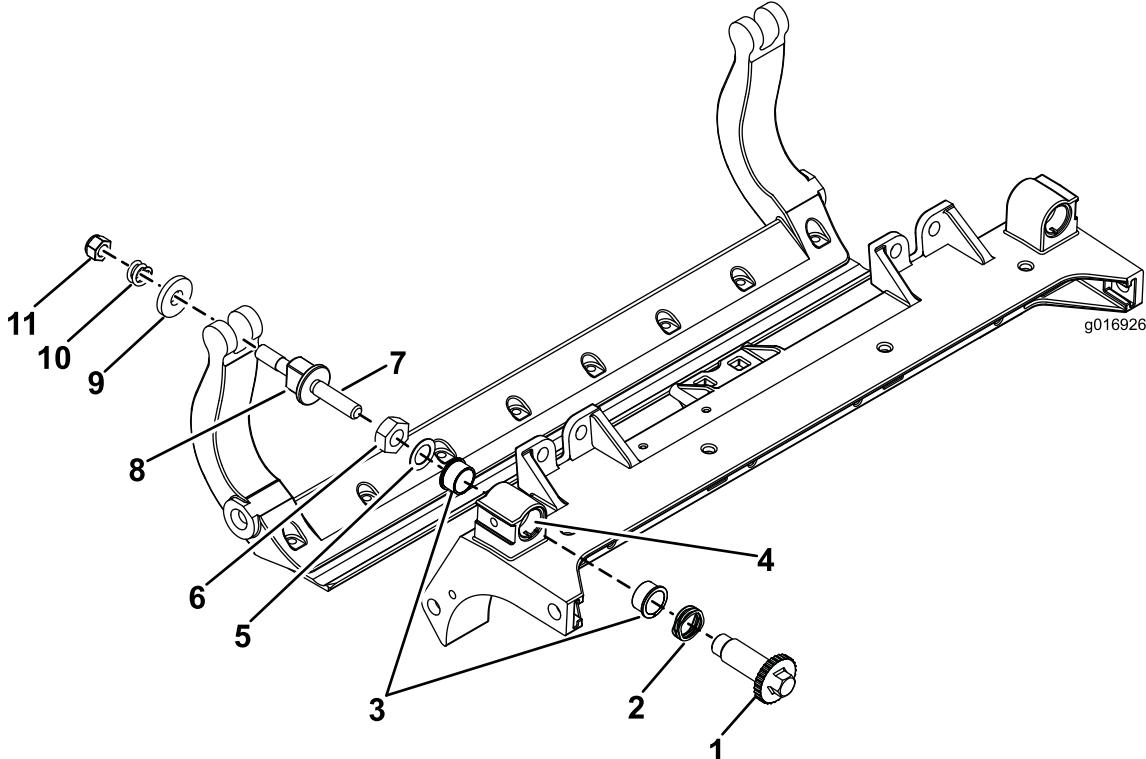

Figura 36
- Retire todas as peças (consulte as *Instruções de instalação* do Kit DPA HD Modelo n.º 120-7230 e a Figura 36).
- Aplique composto antigripagem no interior da área dos casquilhos na estrutura unidade de corte (Figura 36).
- Alinhe as chaves nos casquilhos das flanges com as ranhuras na estrutura e instale os casquilhos (Figura 36).
- Instale uma anilha ondulada no veio do ajustador e deslize o veio para os casquilhos da flange na estrutura da unidade de corte (Figura 36).
- Prenda o veio ajustador com uma anilha plana e porca de bloqueio (Figura 36). Aperte a porca de bloqueio com uma força de 20 a 27 N·m.
Coloque uma arruela de aço no exterior de cada uma das arruelas de nylon (Figura 36).
- Aperte a porca em cada conjunto de ajustador da barra de apoio até que a mola de compressão esteja totalmente comprimida e, em seguida, desaperte a porca 1/2 volta (Figura 36).